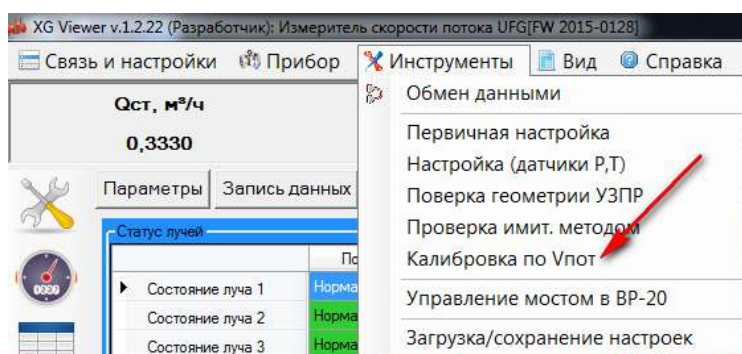

Рисунок 3.2
1) С помощью ПО «АРМ «UFG View» подключиться к измерителю скорости потока. В меню «Инструменты» выбрать «Калибровка по скорости» (рисунок 3.2).